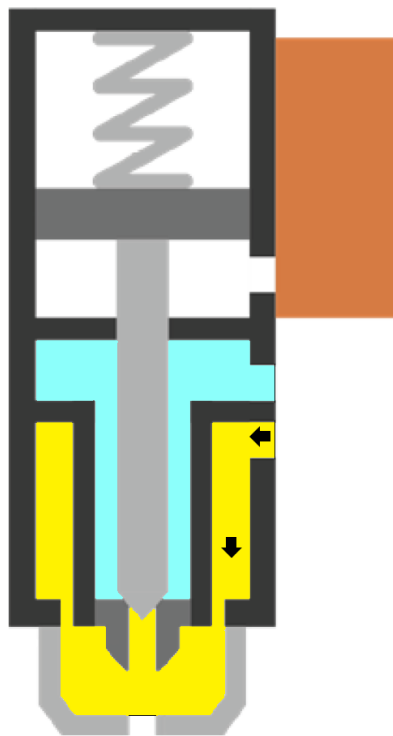

Abbildung 05 –
- Der Zerstäubungsbefehl wird gegeben, also wird Luft durch den entsprechenden Eingang mittels eines 2/2-Wege-Magnetventils gesendet (Abbildung 05);
- Wenn die Dosierung beendet werden soll, wird der Befehl an den Antrieb entfernt; daher schließt das Ventil die Nadel und es tritt keine Flüssigkeit mehr aus, aber die Zerstäubungsluft bleibt (Abbildung 05);